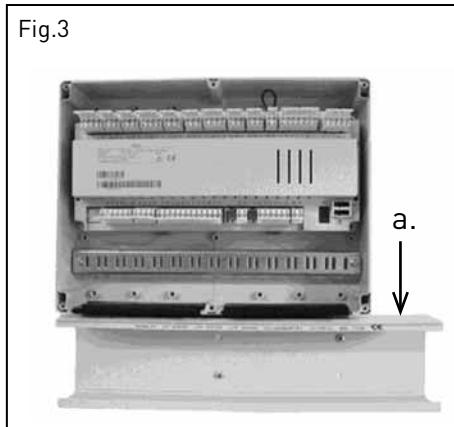

Fig.3
- Placer le corps du régulateur contre le mur et marquer la position des 4 trous de fixation (5mm) (fig.3)